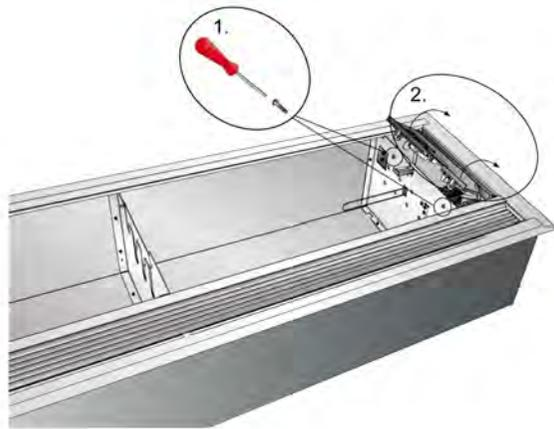

Fig. 3a : Ouverture de la trappe de visite
1. La trappe de visite s'ouvre en desserrant les attaches rapides situées du côté soufflage (tourner 90°), puis en dégageant la trappe de visite du rebord. Voir Fig. 3a/3b.
2. **La trappe de visite s'ouvre en desserrant les attaches rapides situées du côté soufflage (tourner à 90°), puis en dégageant la trappe de visite du rebord. Voir Fig. 3a/3b p8.**